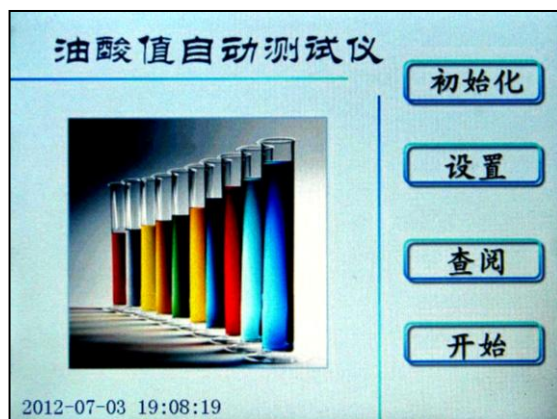
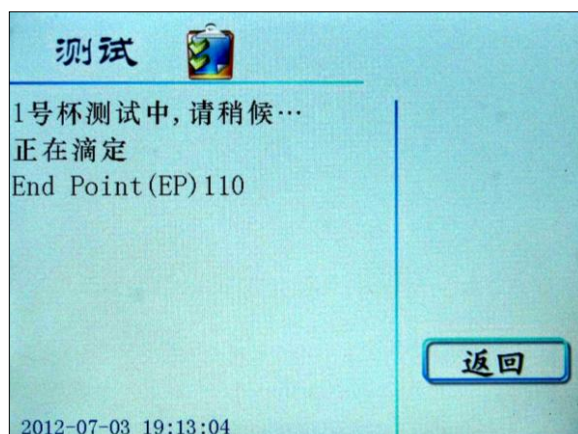
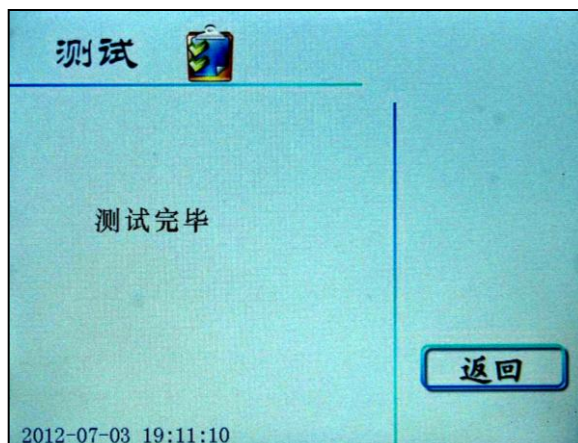
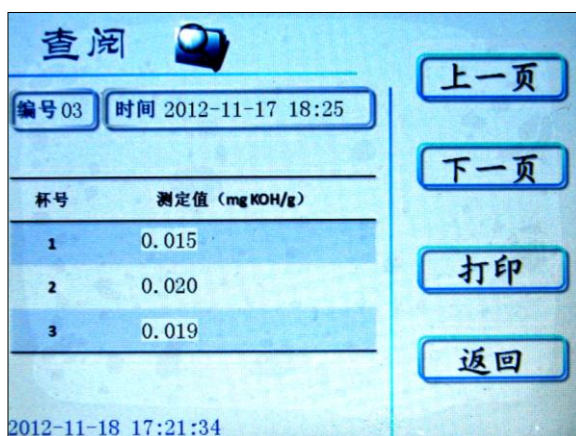

图 4 开机页面
图 14 测试页面
图 15 测试页面
图 16 查阅页面
1. EDSZ-5 型全自动油酸值测定仪插接电源线，打开电源开关，液晶屏显示开机页面（图 4）
2. 在图 4 所示页面下，按 **初始化** 键进入下一级页面（图 5）；
9. 在正式的样品测定前, 应将洁净的样品油杯水平放置在相应的杯位孔内, 在每个测定油杯中准确平行注入待测样品油 10.0mL (或在油杯中称量待测样品油 8.3~8.5g, 并将油杯归位), 加入一只搅拌磁棒, 盖上样品测定暗室盖。在开机页面 (图 4) 按 **开始** 键进行测定, 同时显示屏显示测试页面, 屏幕在不同测试阶段分别显示“X 号杯测试中, 请稍后.....”、“正在滴定”, 测定完成后还会显示“滴定终点 (EP) 值” (图 14) 及“测试完毕” (图 15) 等字样。
10. 测定完成后, 本机自动保存 35 组数据。操作人员如果想查阅, 请按返回键进入开机页面 (图 4), 点击查阅键进入查阅页面 (图 16), 点击上一页或下一页键可查看编号 01~35 号组数据, 点击打印键可以通过打印机输出所需数据。